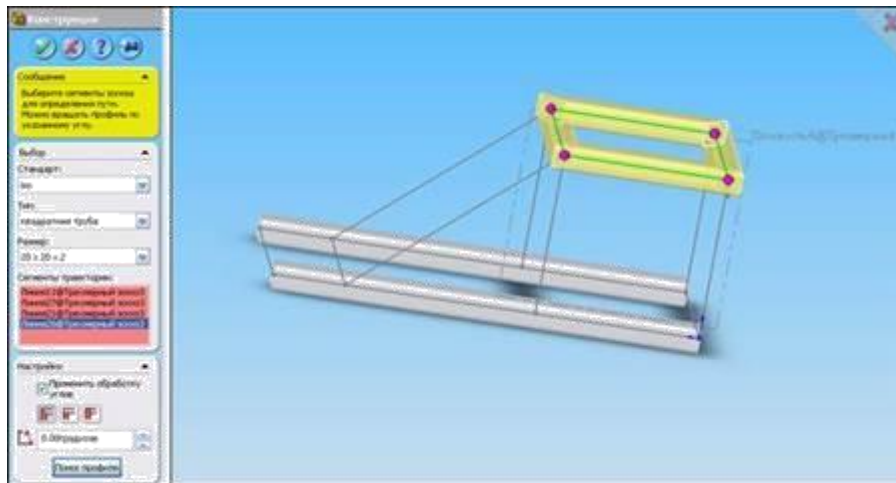

Рисунок 7.6 – Конструкція верхньої основи
2. Виберіть «Вставка» Зварювані деталі» Конструкція» і вкажіть лінії верхнього підстави, при цьому в полі «Налаштування» виберіть обробку кутів так, як показано на рис. 7.6.